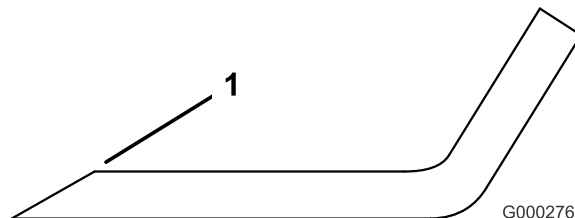

Figure 80
1. Au moyen d'une lime, aiguisez les tranchants aux deux extrémités de la lame (Figure 80) en veillant à conserver l'angle de coupe d'origine. Limez la même quantité de métal sur chacun des deux tranchants pour ne pas déséquilibrer la lame.